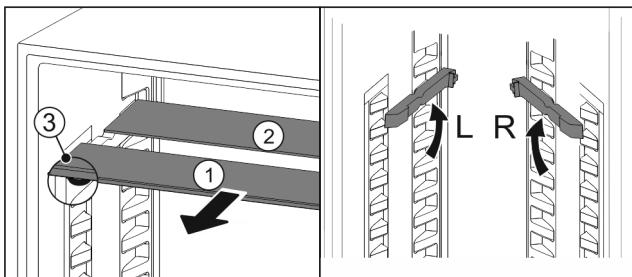

Fig. 97
- Vytiahnite sklené dosky jednotlivo dopredu Fig. 97 (1).
- Sklená doska Fig. 97 (1) s ozdobnou lištou leží vpredu.
- Zarážky Fig. 97 (3) ukazujú nadol.